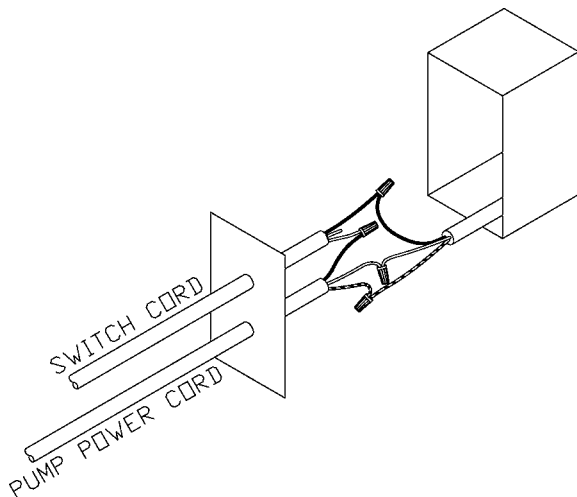

FIGURE 5 - 230V INSTALLATION
2. The RS-5 230V switch is supplied with a stripped wire cord end. The end of the cord is to be wired to the pump in an electrical enclosure as shown in Figure 5. The power cord is color coded as follows: green or (green/yellow)—ground, black or (brown)—line, and white or (blue)—neutral.
2. L'interrupteur RS-5 de 230 V est accompagné d'un cordon avec une extrémité dénudée. Cette extrémité doit être raccordée à la pompe à l'aide d'une enveloppe électrique, tel qu'illustré à la Figure 5. Les codes de couleurs du cordon d'alimentation sont les suivants : vert (ou vert/jaune)—prise de terre; noir (ou brun)—ligne; blanc (ou bleu)—neutre.